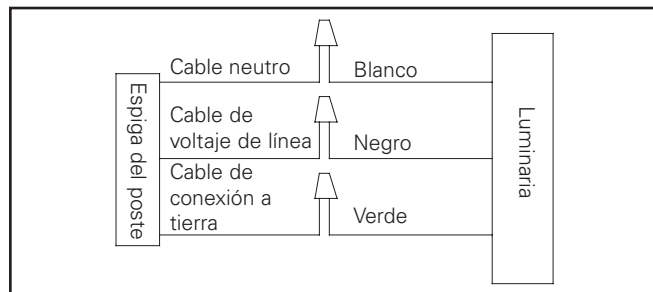

Figura 1.
2. Conecte los cables de alimentación a los terminales de la luminaria. (Figura 1.)